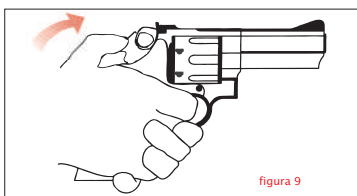

figura 9
- 3 - Acione o gatilho com a mão que empunha a arma, para liberar o cão mantido sob controle pelo polegar. Ao sentir que o cão foi desengatilhado, libere o gatilho mantendo o controle do cão somente com o polegar (figura 9);